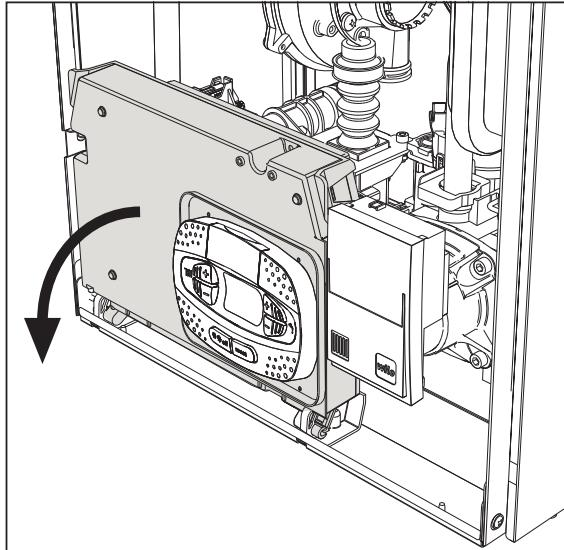
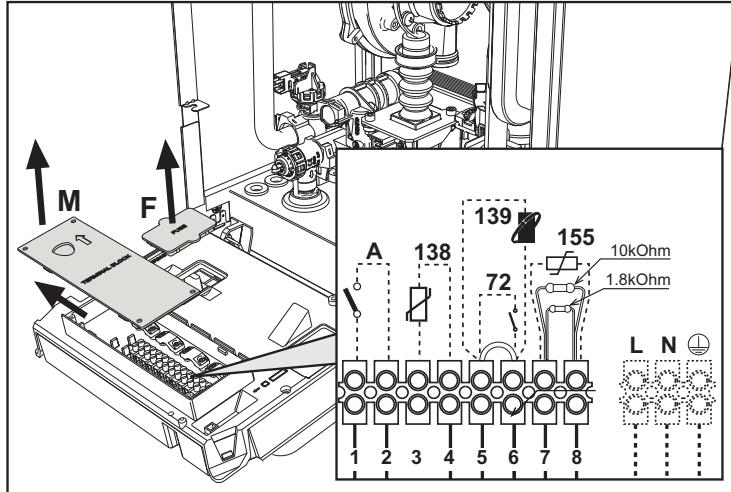

рис. 20
рис. 21
После снятия передней панели (** 'Открытие передней панели' on page 33 ***) можно получить доступ к клеммной колодке (M) и предохранителю (F), действуя согласно нижеприведенным указаниям (рис. 20 и рис. 21). **Клеммы, указанные на рис. 21, должны иметь чистые контакты (не 230В).** Расположение зажимов и их назначение показаны также на электрической схеме на рис. 57.